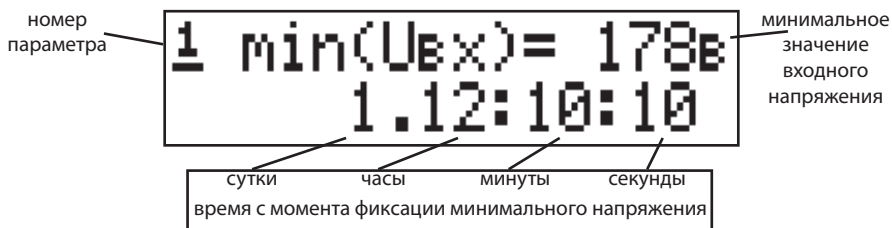

Рис. 19. Вид ЖК-индикатора при просмотре зафиксированного параметра минимального значения входного напряжения
1. минимальное значение входного напряжения (см. рис. 19)